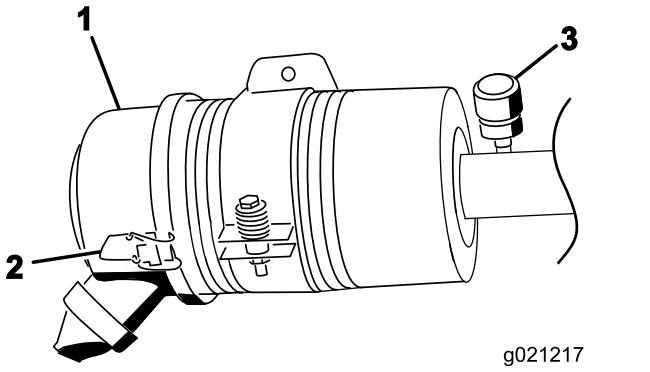

Figura 57
Effettuate la manutenzione del filtro dell'aria quando l'indicatore (Figura 57) lo richiede. Sostituendo il filtro dell'aria prima del necessario si aumenta il rischio che la morchia penetri nel motore quando si toglie il filtro.
- Rilasciate i fermi che fissano il coperchio del filtro dell'aria al relativo corpo (Figura 57).